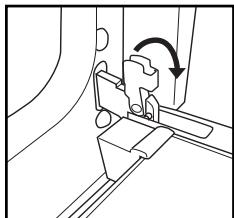

Fig. 1
2. Til de twee vergrendelingen van de scharnieren omhoog en naar voren tot ze niet verder kunnen (Fig. 1)